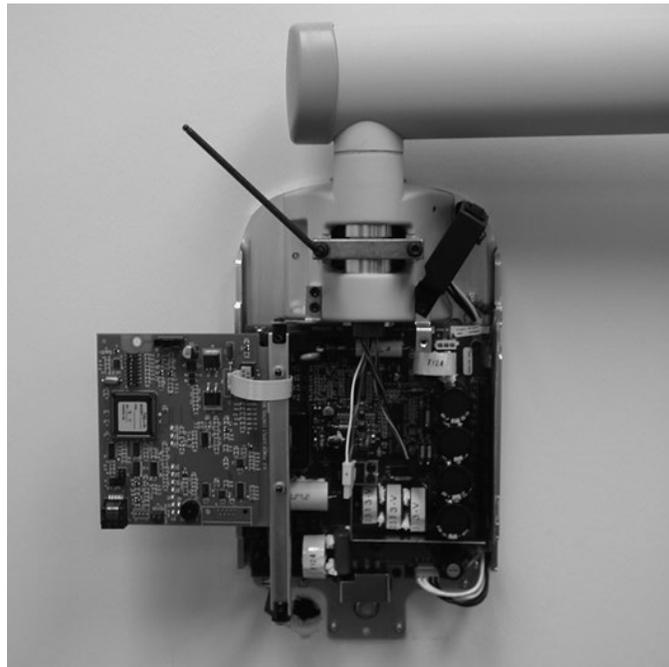

Figura 99
5. Usando una llave Allen de 4 mm, como se muestra en la *Figura 99*, ajustar los tornillos de igual manera para aplicar el freno adecuado al poste de pivote de modo que el brazo horizontal comience a moverse luego del brazo de articulación.